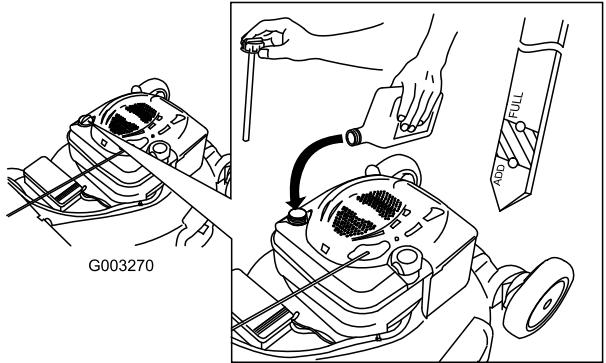

Figure 12
1. Retirez la jauge, essuyez-la sur un chiffon et remettez-la dans le goulot de remplissage (Figure 12).
2. Sortez de nouveau la jauge et contrôlez le niveau d'huile (Figure 12). Si le niveau n'atteint pas le repère minimum (Add) de la jauge, versez **lentement** suffisamment d'huile dans le goulot de remplissage pour faire monter le niveau au repère maximum (Full). **Ne remplissez pas excessivement.** (Remplissage max. : 0,59 l (20 onces), type : huile détergente SAE 30W de classe de service API SF, SG, SH, SJ, SL ou supérieure).